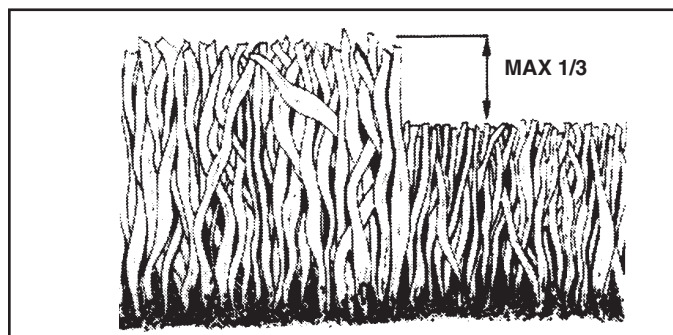

FIG. 11
- Pour les meilleurs résultats, ajustez la hauteur de coupe de tondeuse afin que la tondeuse coupe seulement le tiers du haut de l'herbe (Voir la Fig. 11). Pour les conditions très difficiles, réduisez votre largeur de la coupe sur chaque passage et tondez lentement.